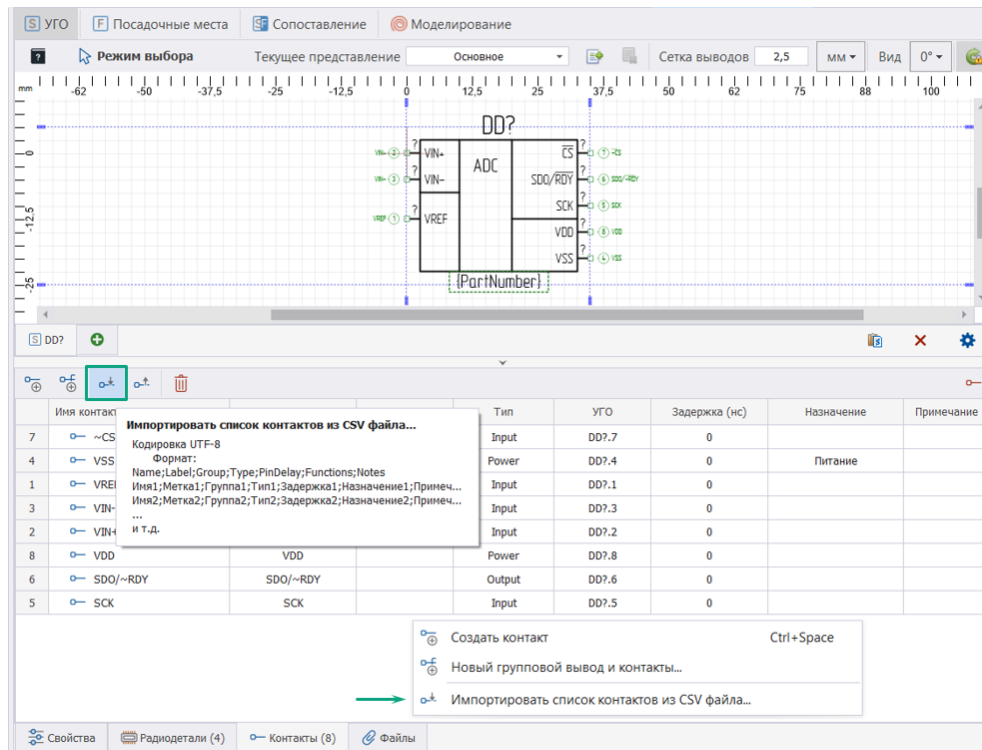

Рис. 262 Импорт контактов
1. Нажать иконку  «Импортировать список контактов из CSV файла...» или воспользоваться контекстным меню, активированным из свободного места таблицы контактов, см. Рис. 262.